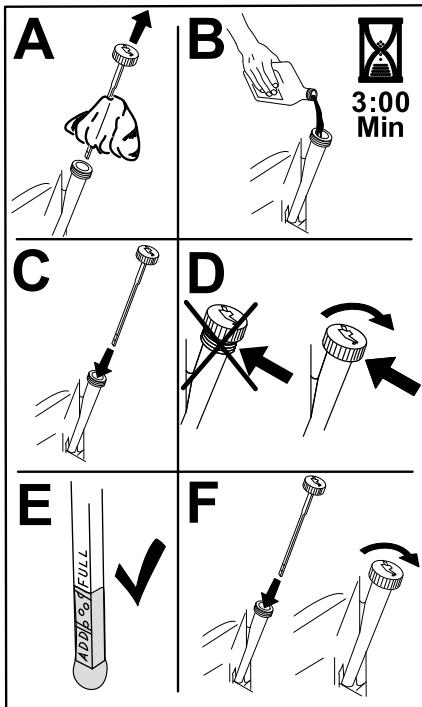

Figure 41
6. Versez lentement environ 80 % de l'huile spécifiée dans le tube de remplissage, puis faites l'appoint lentement jusqu'à ce que le niveau atteigne le repère maximum (**Full**) (Figure 41).